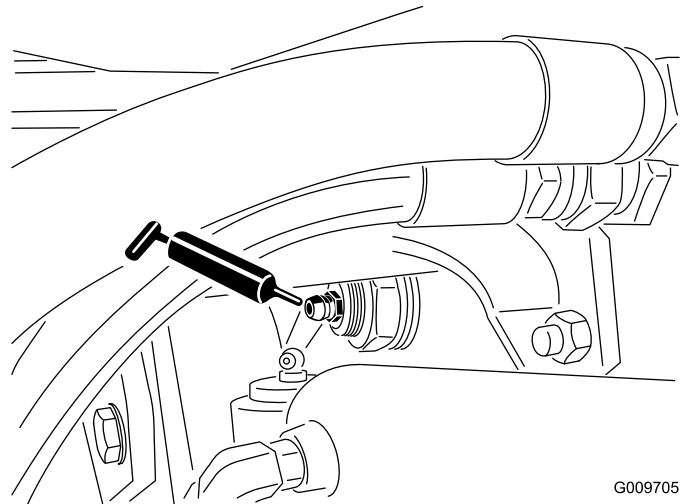

Figura 44
- Boccole orientabili (2) del ponte posteriore (Figura 44)